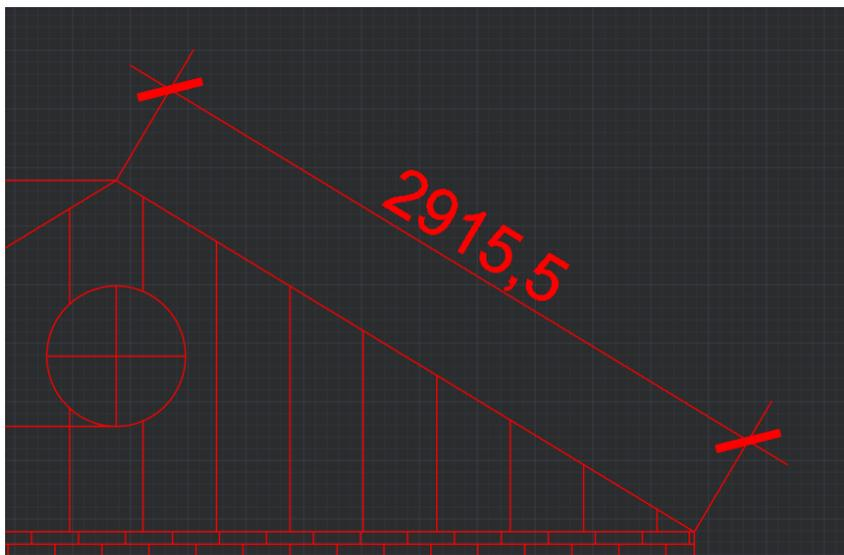

Рис. 4.52
2. В случае если объект размещен под углом целесообразнее использовать Параллельный размер (рис. 4.52):